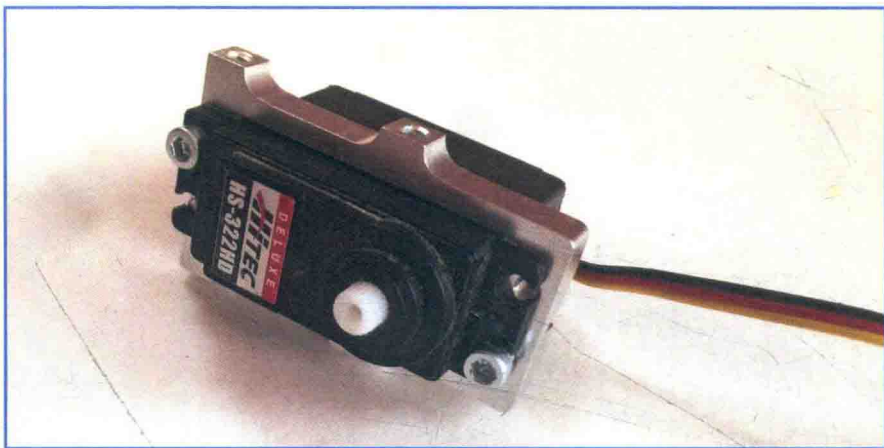

图 13.20 将伺服机构固定在伺服支架上
11. 用 #6-32 螺丝将伺服机构连接到伺服支架上（见图 13.20）。